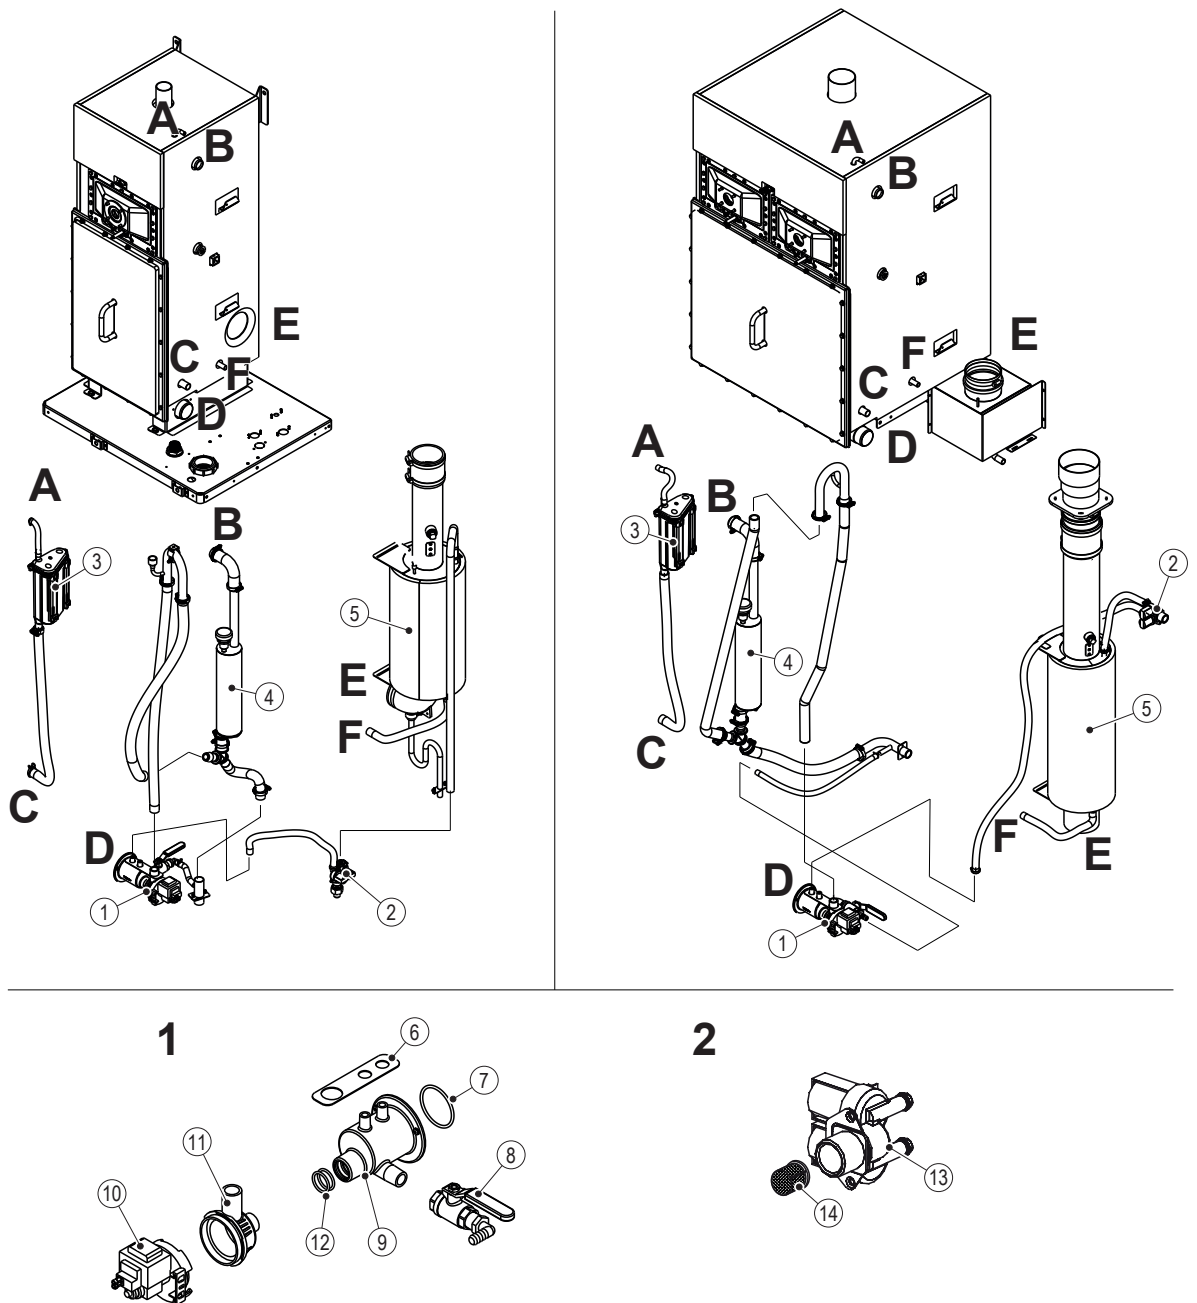

Abb. 15: Reinigung der Schläuche, Doppel-Einlassventile und Ablaufpumpe (A-G sind Anschlusspunkte am Befeuchter)
5. Schließen Sie die Wasserschläuche wieder an. Siehe Abb. 15 auf Seite 61.
7. Bauen Sie die Niveaeinheit wieder zusammen. Achten Sie darauf, dass die beiden Schwimmer in der richtigen Ausrichtung eingebaut werden. Montieren Sie die Niveaeinheit wieder am Halterung im Befeuchter und schließen Sie die Schläuche wieder an. Siehe Abb. 15 auf Seite 61.
Reinigen Sie die Füll- und Ablaufschläuche, die Doppel-Einlassventile und die Ablaufpumpe wie folgt. Siehe Abb. 15 auf Seite 61.